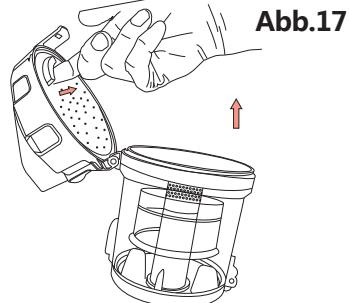

Abb.17
(4) Wie in Abb. 17 gezeigt, entnehmen Sie den HEPA-Filter.